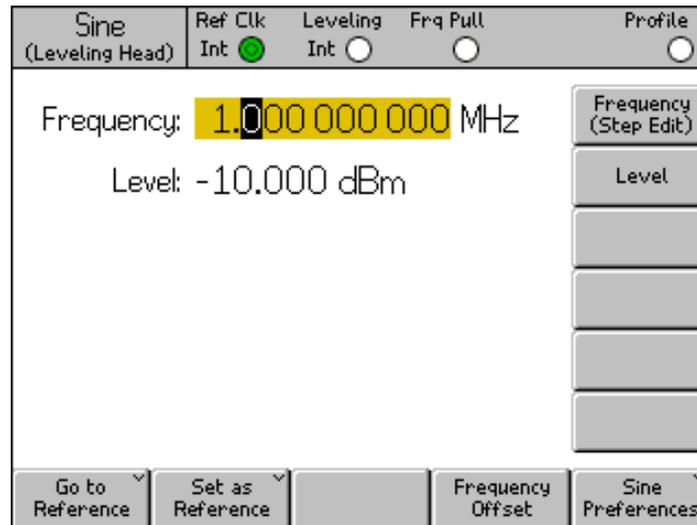

Figure 3-5. Ecran Leveled Sine
Appuyez sur une touche de fonction principale sur le panneau avant, **SINE**, **MOD**, **SWEEP** pour faire apparaître l'écran principal correspondant sur l'écran (reportez-vous à l'écran Leveled Sine ci-après. Les champs de données modifiables occupent la partie centrale de l'écran ; la barre d'état est en haut de l'écran. Les étiquettes de touches de fonction s'alignent sur les bords droit et inférieur de l'écran. Voir la Figure 3-5.
1. Affichez l'écran correspondant, par exemple, l'écran Leveled Sine illustré par la Figure 3-5.
Lorsqu'il est sélectionné, le champ *actif* est facilement identifiable grâce à ses données grisées. Dans la Figure 3-5 de l'exemple, le champ Frequency (Fréquence) est *actif*, le mode de modification est Cursor, identifié par le curseur noir (repère) qui permet de passer de chiffre en chiffre (gauche-droite, $\leftarrow \rightarrow$). L'utilisateur peut ici facilement apporter de légères modifications au chiffre sélectionné en utilisant le sélecteur rotatif ou les touches haut-bas ($\uparrow \downarrow$). Si plusieurs caractères du champ doivent être modifiés, il vaut mieux utiliser le bloc de saisie alphanumérique pour le modifier (Keypad edit).